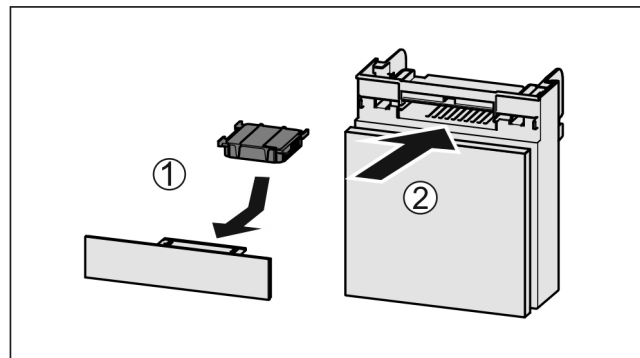

Fig. 58
- ▶ Inserte Fig. 58 (1) el filtro de carbón activado según se indica en la ilustración.
- ▶ Inserte Fig. 58 (2) el compartimiento.